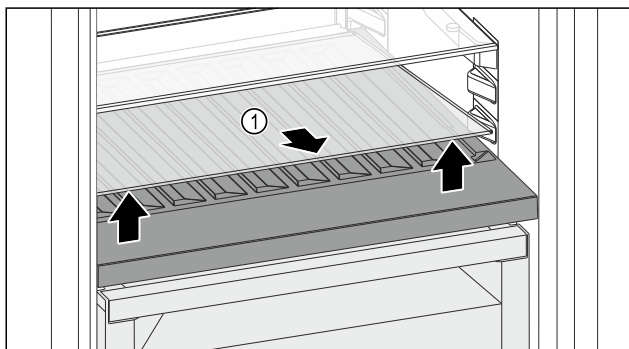

Fig. 157
- Emelje meg elől, a mélyedésnél az üveglapot Fig. 157 (1), és vegye ki.
- Biztonságosan tárolja az üveglapot Fig. 157 (1) a készüléken kívül.